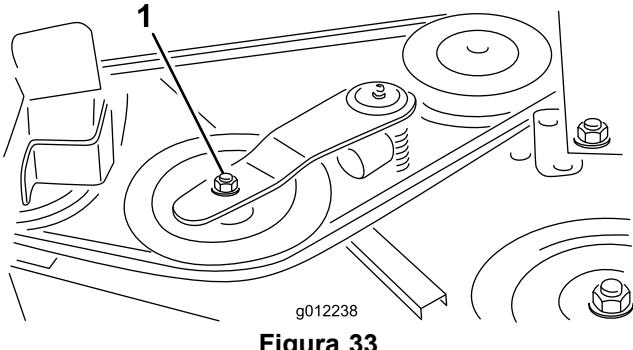
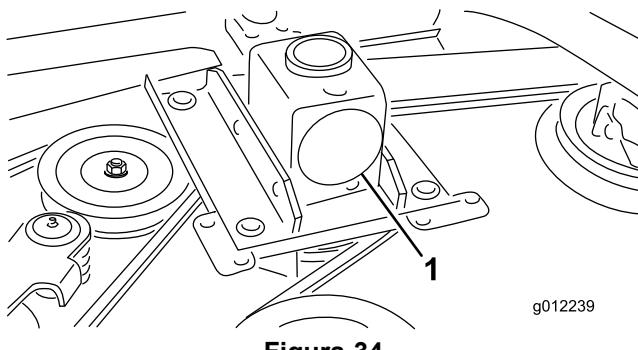

Figura 33
Figura 34
- Con una chiave dinamometrica o uno strumento simile, allontanate la puleggia tendicinghia (Figura 33) dalla cinghia di trasmissione per allentare la tensione della cinghia e staccarla dalla puleggia degli ingranaggi (Figura 34).